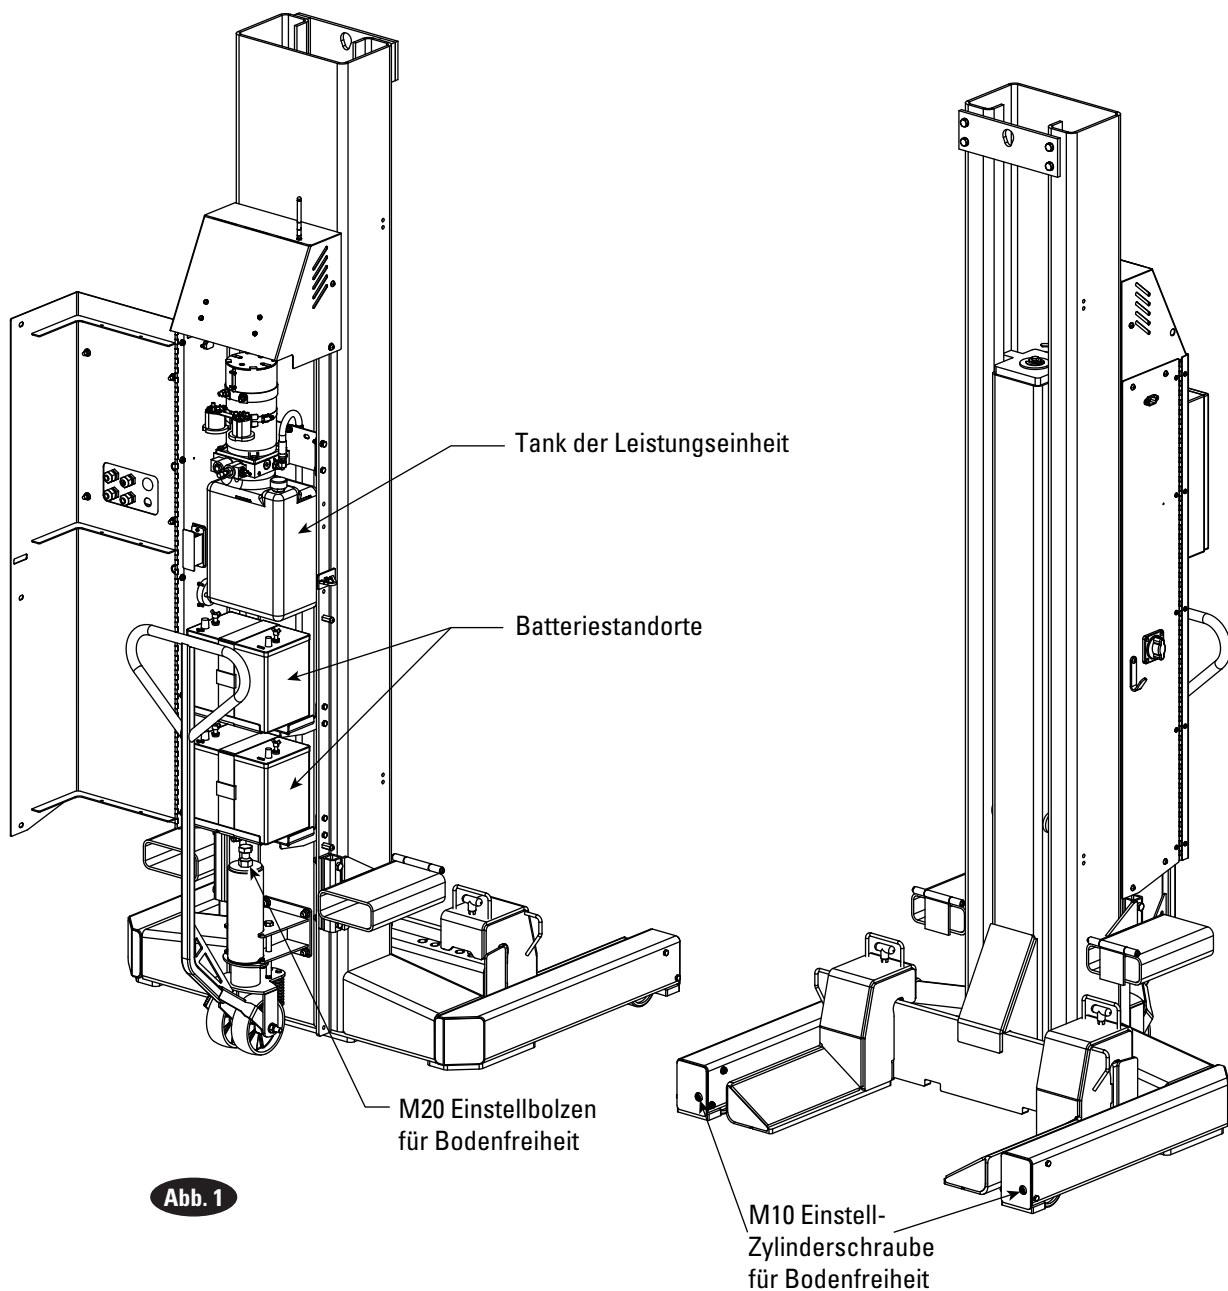

Abb. 1
5. Verbinden Sie die zwei Batterien am dargestellten Ort, Abb. 1. Es können unterschiedliche Batterien verwendet werden, welche die unten aufgeführten Spezifikationen erfüllen, aber die Leistung kann unterschiedlich ausfallen. Empfohlene Batteriespezifikationen:
Nachdem die Batterien und die Flüssigkeit hinzugefügt wurden, drehen Sie den M20-Bolzen und die M10 Zylinderschrauben im Uhrzeigersinn am Radwagenheber und der Vorderseite des Aufbaus, um die Bodenfreiheit der unbelasteten Säule einzustellen, Abb. 1. Die Bodenfreiheit wird dadurch festgelegt, je nachdem wie weit die Schrauben gedreht wurden. Wenn die Säule belastet wird, senkt sie sich automatisch zum Boden ab.